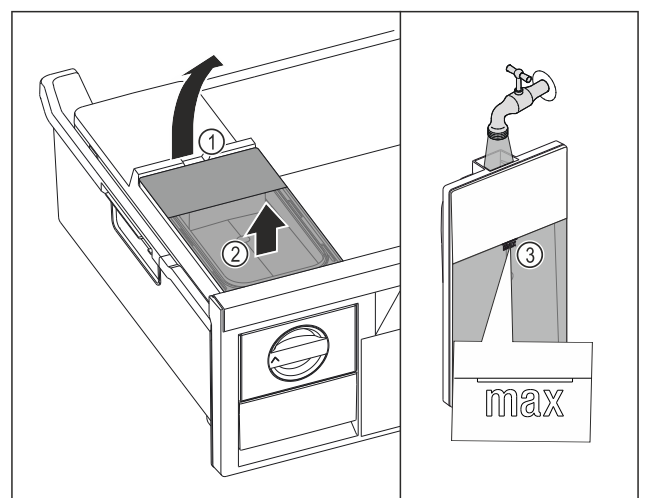

Fig. 55
- ▶ Wassertank an der Aussparung Fig. 55 (1) anheben.
- ▶ Wassertank nach oben entnehmen. Fig. 55 (2)
- ▶ Wassertank bis zur Markierung Fig. 55 (3) mit Trinkwasser befüllen.